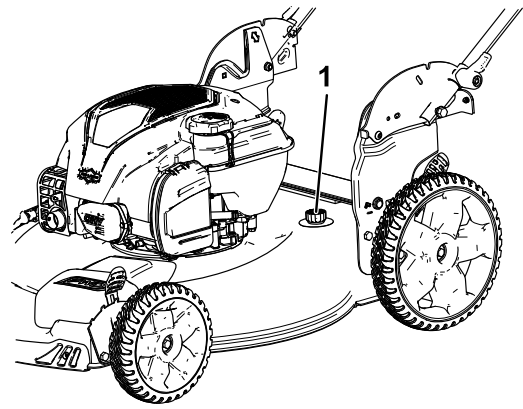

Figura 19
5. Conecte una manguera de jardín que esté conectada a un grifo al orificio de lavado (Figura 19).